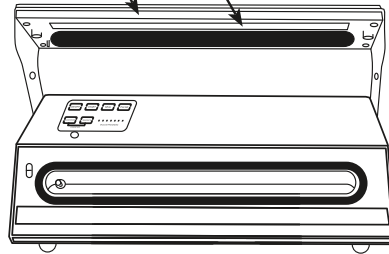

FIGURA 18
5. Retire el sello de la tapa de la cámara de vacío de la ranura en la base de la tapa de plástico (**FIGURA 18**).